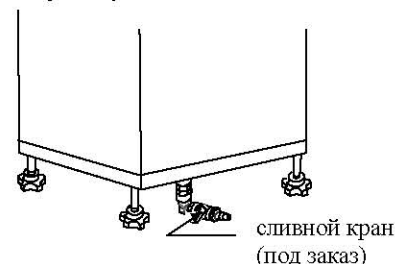

Рис. 7
**Прим.: В моделях с выпускным краном (дополнительный аксессуар под заказ) удостовериться, что выпускной кран закрыт (рис. 7).**
3. **Если бойлер залит сверх меры** и отметка MAX на стеклышке уровня превышена, из утюга может капать вода. В таком случае следует выключить парогенератор, отвинтить колпачок клапана на один оборот, выждать, пока не улетучится весь пар из бойлера, снять колпачок клапана, дать воде и бойлеру остыть до конца, затем наклонить переносной парогенератор BARBARA 27 вправо для выпуска излишка воды (см. Раздел 8). В отдельных моделях осторожно открыть выпускной кран бойлера (рис. 7).
Для моделей, оснащенных выпускным краном (под заказ): отвинтить и снять колпачок клапана, открыть выпускной кран (рис. 7). **Не забудьте закрыть кран после того, как из бойлера выльется вся вода!**